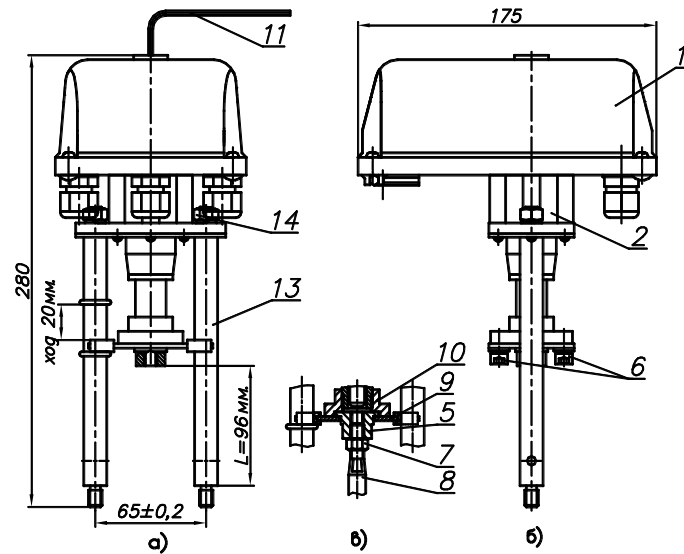
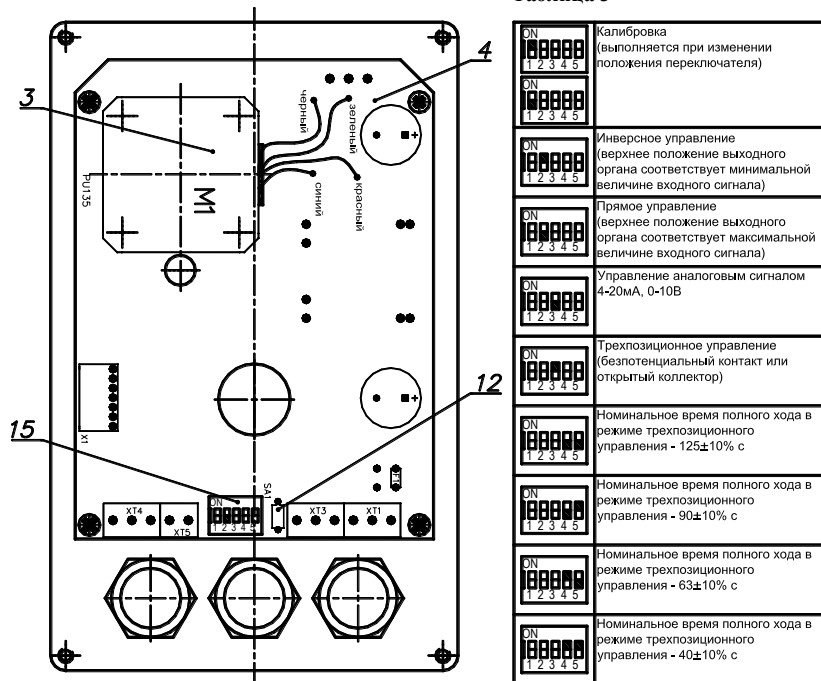

Рисунок 1. ВЭП-131М
Рисунок 2. Электропривод (вид при снятой крышке)
- электропривод (см. рис.1 – поз.1);
- винтовая передача (см. рис.1 – поз.2).
Электропривод (см. рис.1, рис.2) выполнен на базе шагового электродвигателя 3, питание и управление которым осуществляется от платы управления 4, обеспечивающей его работу в заданном режиме (см. таблицу 3), а также его отключение при нагрузке больше усилия отключения. ЭИМ имеет три режима работы: калибровки, слежения, ручной. Индикация работы осуществляется светодиодным индикатором 12. Постоянное свечение - работа, мигание - авария.
ЭИМ выпускается откалиброванным на величину полного рабочего хода. При установке ЭИМ на регулируемую арматуру необходимо произвести его калибровку. Для перехода в данный режим необходимо изменить положение переключателя поз.15 (см. рис. 2). При этом ЭИМ, поочередно перемещаясь к обоим конечным положениям, определяет максимальный ход арматуры. При отключении питания настройки сохраняются в энергонезависимой памяти. Время калибровки 100-120с. По завершению калибровки ЭИМ переходит в режим слежения. В процессе калибровки сигнал обратной связи отсутствует.